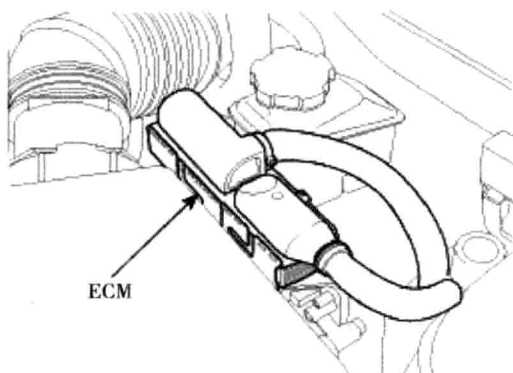

图 1-1-2 发动机控制模块 (ECM) 位置图
(2) 发动机控制模块 (ECM) 位置图如图 1-1-2 所示。